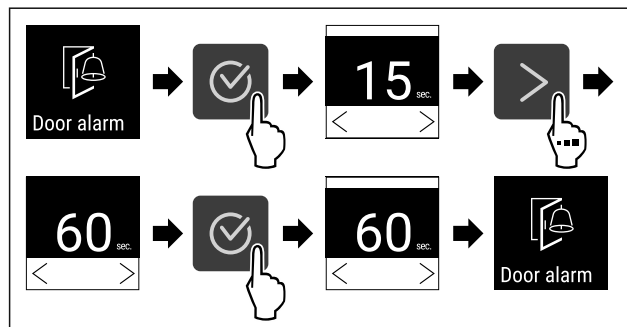

Fig. 104
- ▶ Provedte akční kroky (viz Fig. 104) .